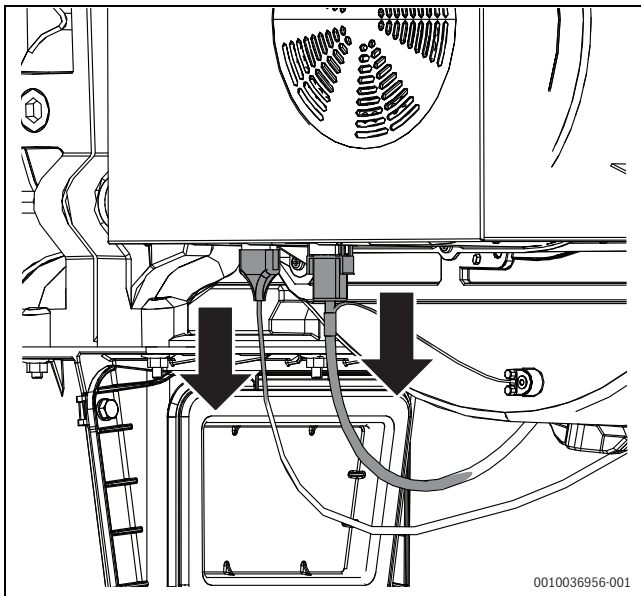

Fig. 58 Retirar as fichas no ventilador
- Retirar as fichas no ventilador (→fig. 58).